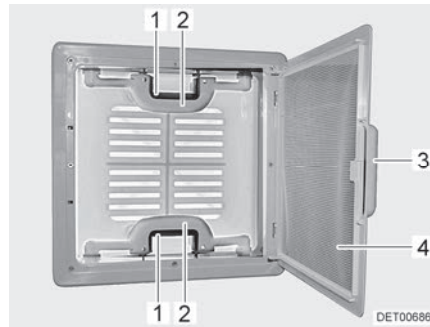

Bild 73 Taklucka med snäpplås
- Drag i handtaget (Bild 73,3).
- Fäll ned insektsskyddet (Bild 73,4).
- Tryck snäpplåset (Bild 73,1) mot takluckans insida. Tryck samtidigt takluckan uppåt med handtaget (Bild 73,2).
- Fäll upp insektsskyddet (Bild 73,4) så att det hakar i.
- Drag kraftigt ner takluckan med hjälp av båda handtagen (Bild 73,2) så långt, att snäpplåsen (Bild 73,1) går i lås.